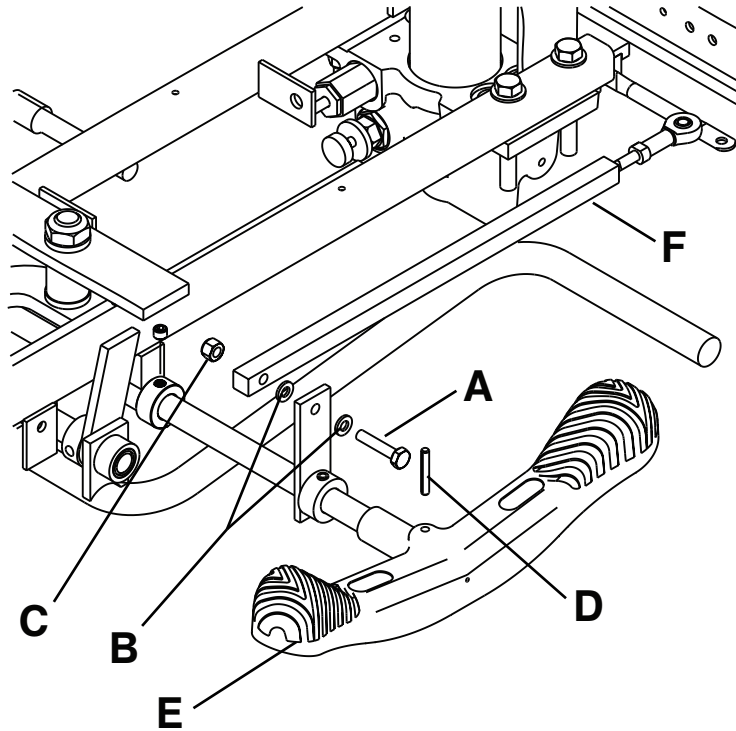

Figure 3 – Remplacement de la pédale de frein/guidage
3. À l'aide de deux clés mixtes de 7/16 po, retirer le boulon (A), l'écrou (C) et les rondelles (B) qui fixent l'ensemble de maillon d'entraînement du frein carré (F) sur l'actionneur du frein des deux côtés de la base Figure 3. Conserver toutes les pièces.
5. À l'aide d'un marteau et d'un poinçon de 3/16 po, retirer la goupille cannelée (D) de la pédale de frein/guidage (E) Figure 3 S'assurer de faire sortir la goupille cannelée du bas de la pédale vers le haut de la pédale. Jeter la goupille cannelée.